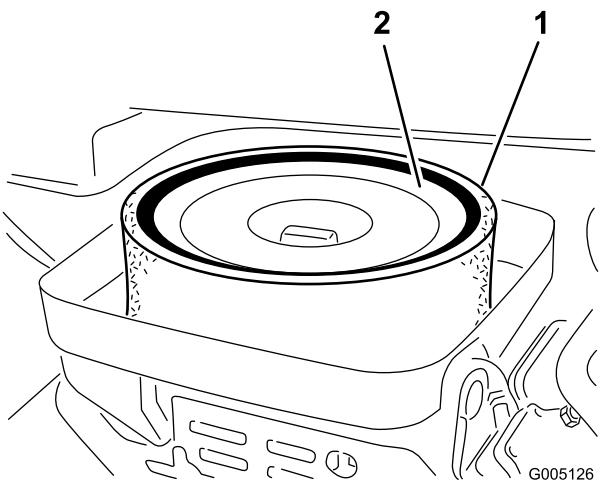

図 47
3. スポンジ（図 47）を点検し、汚れていればペーパー・エレメントから外す。以下の要領で丁寧に清掃してください：